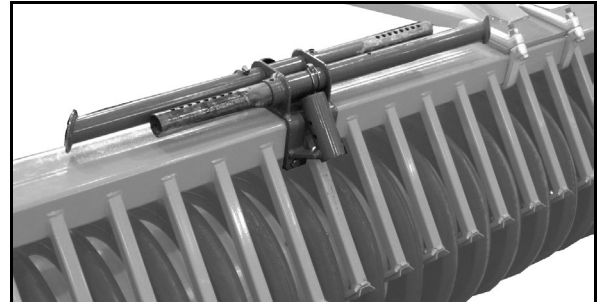

Fig. 45
2. Pull out the pin (Fig. 45/1).